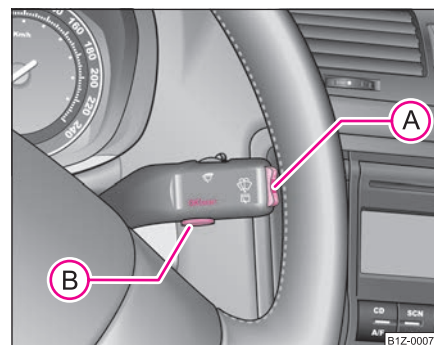

Fig. 150 Display-ul cu informații: Elementele de comandă
- Prin apăsarea scurtă a tastei **(A)** ⇒ **pagina 167, fig. 150** puteți răsfoi în memoria telefonului în căutarea numelor, resp. a meniurilor.